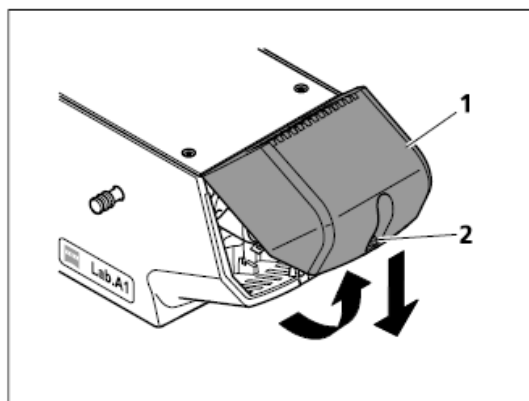

图. 3-23 移除盖板
- I 拧松盖板上螺丝(图 3-23/2)
- I 在主机后部从下向上翻转盖板(图 3-23/1),将其取下
- I 将盖板(图 3-23/1)安装到显微镜主机后部上方,然后向下扣好,拧紧螺丝(图 3-23/2)